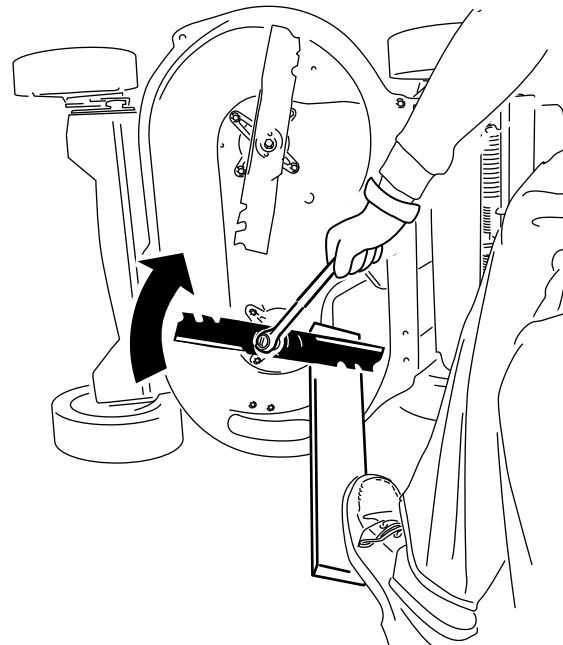

Figura 38
2. Fissate ciascuna lama con un asse e ruotate il bullone della lama in senso orario con una chiave dinamometrica, come illustrato nella Figura 38; serrate ciascun bullone della lama a 82 N·m.